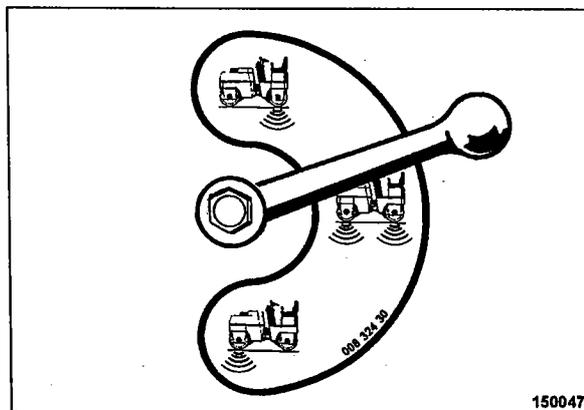

Fig. 56
- Con la llave esférica (Fig. 56) hay que preseleccionar el rodillo o los rodillos deseados.